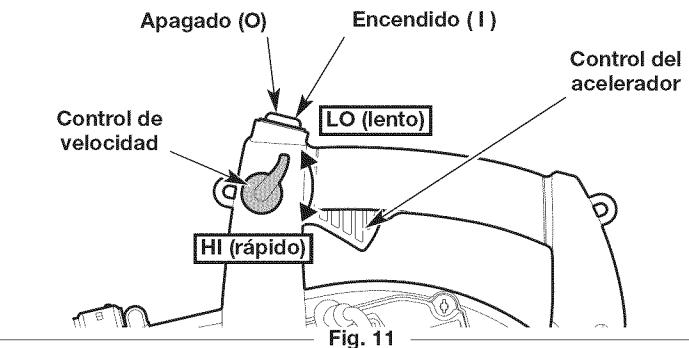

Fig. 11
**NOTA:** No es necesario encender la unidad. El interruptor de encendido/apagado está en la posición ENCENDIDO (I) en todo momento (Fig. 11).
4. Mueva el control de crucero a la posición **LO (lento)** (Fig. 11).
**NOTA:** Mantenga el control de crucero en posición **LO (lento)** y **NO** presione el control del acelerador hasta el paso 9 (Fig. 11).
8. **NO** apriete el control del acelerador. Ponga el motor en una marcha lenta durante 5 a 10 segundos. Si la unidad se detiene durante este momento: Apriete y mantenga oprimido el control del acelerador o mueva el control de crucero a la posición **HI (rápido)** (Fig. 11). Tire de la cuerda de arranque con un movimiento controlado y firme hasta que arranque la unidad.
9. Apriete y mantenga oprimido el control del acelerador o mueva el control de crucero a la posición **HI (rápido)** (Fig. 11). Deje que el motor se caliente durante 30 a 60 segundos.
2. Oprima y mantenga apretado el interruptor de encendido/apagado en la posición **APAGADO (O)** hasta que el motor se pare por completo (Fig. 11).
- NOTA:** Mantenga el control de crucero en posición **LO (lento)** y **NO** presione el control del acelerador hasta el paso 11 (Fig. 11).
10. **NO** apriete el control del acelerador. Ponga el motor en una marcha lenta durante 5 a 10 segundos. Si la unidad se detiene durante este momento: Apriete y mantenga oprimido el control del acelerador o mueva el control de crucero a la posición **HI (rápido)** (Fig. 11). Haga funcionar el accesorio Speed Start™ en intervalos de no más de 2 segundos cada vez hasta que arranque la unidad.
11. Apriete y mantenga oprimido el control del acelerador o mueva el control de crucero a la posición **HI (rápido)** (Fig. 11). Deje que el motor se caliente durante 30 a 60 segundos.
- Use el control de velocidad para facilitar la operación continua (Fig. 11).